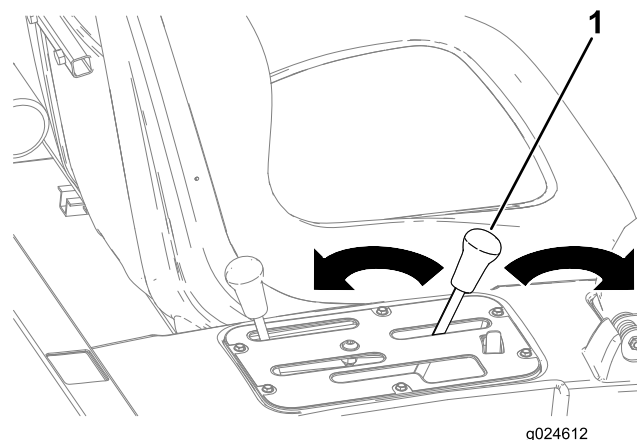

Figura 18
3. Spostate la leva all'indietro per sollevare il cassone nella posizione desiderata. (Figura 18).
4. Spostate la leva in avanti per abbassare il cassone (Figura 18).